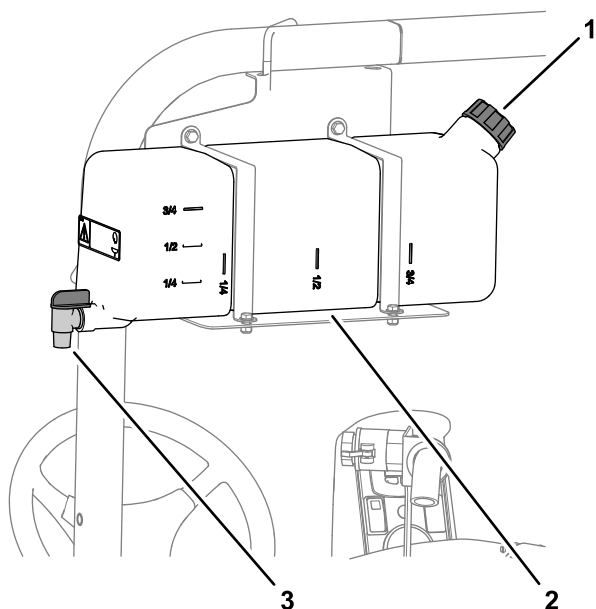

Figure 18
- Pour remplir le réservoir, dévissez le bouchon situé sur le dessus, remplissez-le d'eau douce puis remettez le bouchon en place (Figure 18).
- Pour ouvrir le robinet du réservoir d'eau douce, tournez le levier sur le robinet (Figure 18).